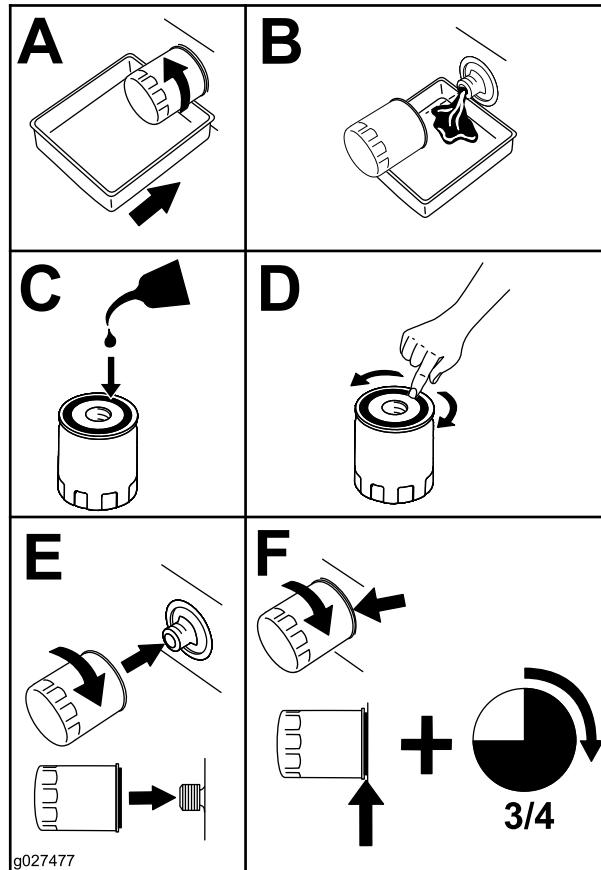

Figura 43
2. Sustituya el filtro de aceite del motor (Figura 43).